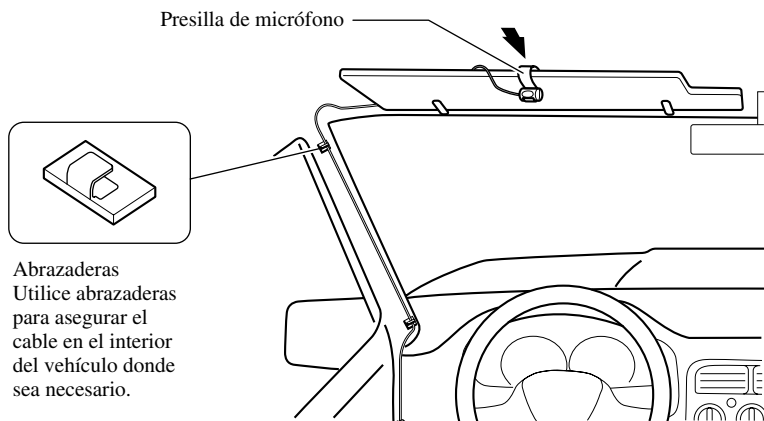

Fig. 17
2. Instale la presilla de micrófono en la visera. (Fig. 17)